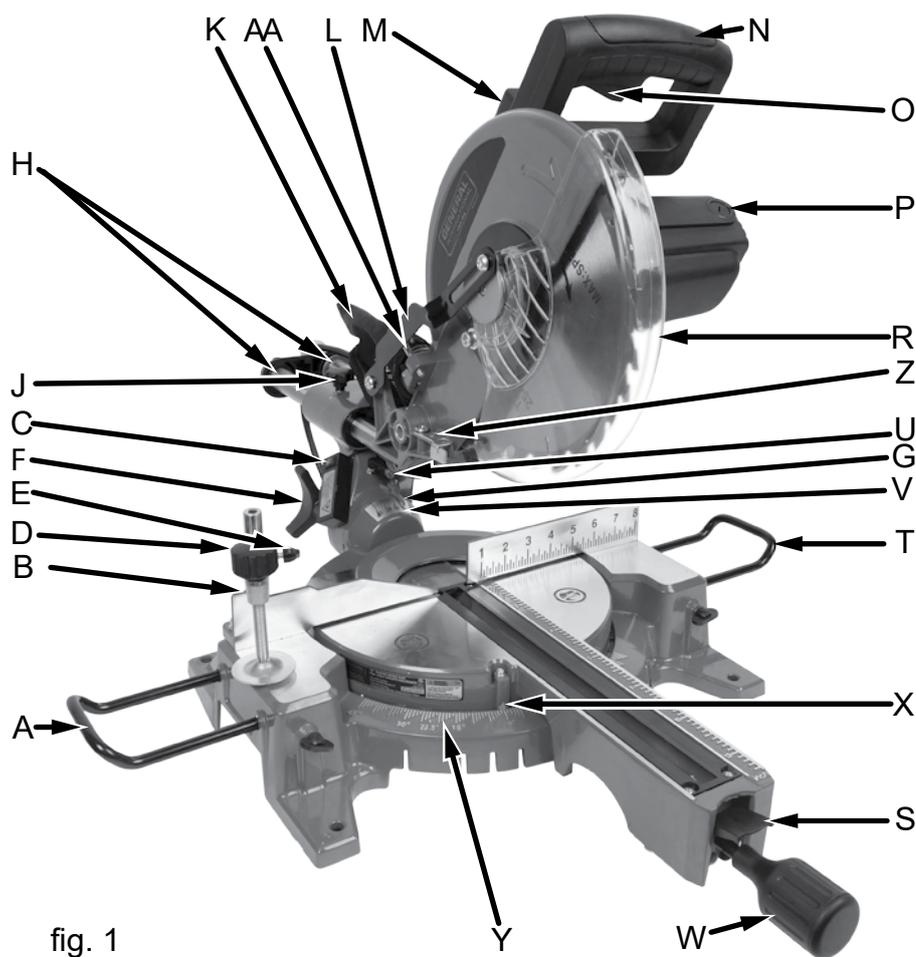

fig. 1
Deux rallonges latérales de la table de travail (A et T, fig.1 et 2) sont incluses avec votre scie pour supporter les longues pièces à travailler.
2. Insérez sa tige dans le trou puis serrez la vis de rétention à ailettes (B, fig.1 et 4). Des rainures autour de la tige permettent son maintien vertical par la vis à ailette tout en lui permettant de tourner pour installer facilement la serre de maintien du travail.
- Serrez le bouton de serre de maintien (D, fig.1 et 2) pour bloquer la pièce de travail.
1. Repérez l'interrupteur rouge du laser (C, fig.1 et 4) sur le côté gauche de la tête de la scie.
3. Allumez la guide de coupe laser, en utilisant l'interrupteur sur la surface gauche de la coude (C, fig.1, 2 et 4).
4. La scie étant en position élevée le garde lame (R, fig.1 & 2) complètement descendu, appuyez sur la gâchette (O, fig.1 & 2) dans la poignée pour démarrer la scie.
1. Avec le bouton arrière à réglage de chanfrein (F, fig.1 & 2) à verrou, bloquez la tête de coupe à un angle de 0° en position élevée.
2. Bloquez la rotation de la table à 0° en serrant le volant de blocage de l'onglet (R, fig.1 et 2).
2. Dévisser le volant de blocage de l'onglet (S, fig.1 et 2) et avec le levier de réglage de l'onglet (W, fig.1 et 2) placer la table de coupe a 45 degrés, gauche ou droit. Des crans de sélection se trouvent aux angles de 0°, 15°, 22,5°, 30°, et 45°, sur la gauche et la droite.
1. Dévisser le volant de blocage de l'onglet (R, fig.1 et 2) et avec le levier de réglage de l'onglet (W, fig.1 et 2) placer la table de coupe a 45 degrés, gauche ou droit. Des crans de sélection se trouvent aux angles de 0°, 15°, 22,5°, 30°, et 45°.